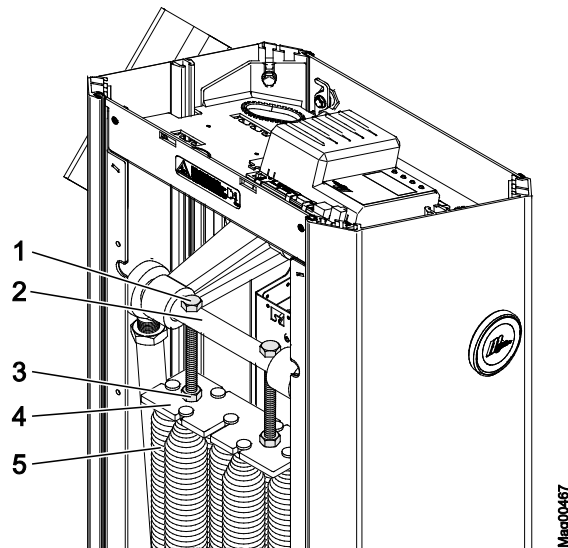

Abb. 39: Ausgleichsfedern Access XL2 und Access XXL einstellen
6. M16-Mutter (Abb. 39, Pos. 3) gleichmäßig lösen.